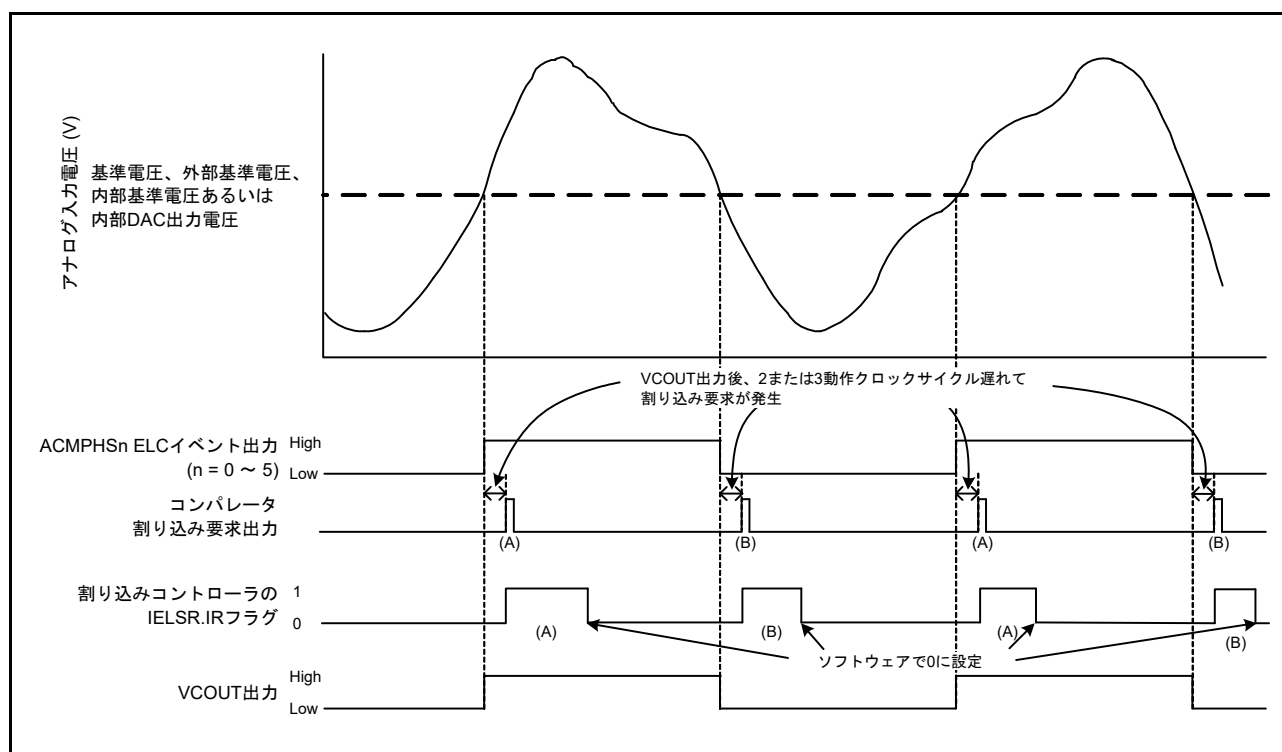

図 38.2 ACMPHS の動作例
ACMPHSの動作例を図 38.2 に示します。アナログ入力電圧がACMPHS基準入力電圧より高くなるとVCOOUT出力は1になり、低くなると0になります。ACMPHS出力が変わると、割り込み要求およびELCイベントが出力されます。
図 38.2 は  $CPOE = 1$  (端子出力許可)、 $CDFS[1:0] = 00b$  (フィルタ不使用)、および  $CEG1 = CEG0 = 1$  (両エッジ検出を選択) の場合に適用されます。 $CINV = 0$ 、 $CEG0 = 1$ 、 $CEG1 = 0$  (ACMPHS からの非反転出力信号の立ち上がりエッジ検出を選択) の場合、IELSR.IR フラグは (A) で示されるように変化します。 $CINV = 0$ 、 $CEG0 = 0$ 、 $CEG1 = 1$  (ACMPHS からの非反転出力信号の立ち下がりエッジ検出を選択) の場合、IELSR.IR フラグは (B) で示されるように変化します。 $CPOE = 1$  の場合、VCOUT は ELC イベント出力を直接出力します。